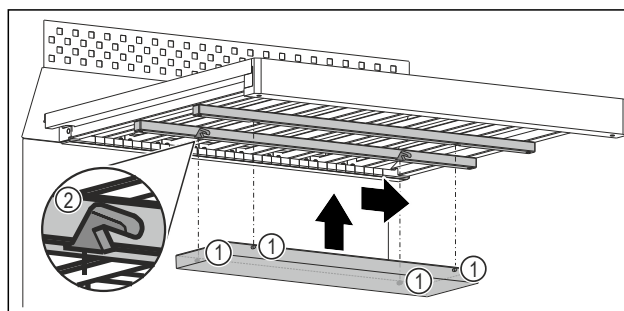

Fig. 110 Représentation à titre d'exemple
- Insérer chaque tenon Fig. 110 (1) dans l'évidement Fig. 110 (2) correspondant des baguettes situées sous la grille en bois.